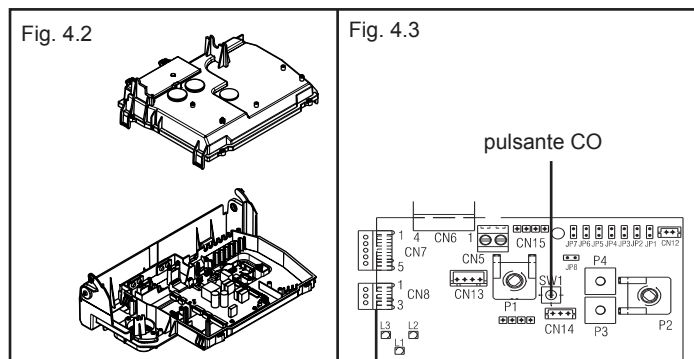

Fig. 4.3
- premere il pulsante CO (fig. 4.3).